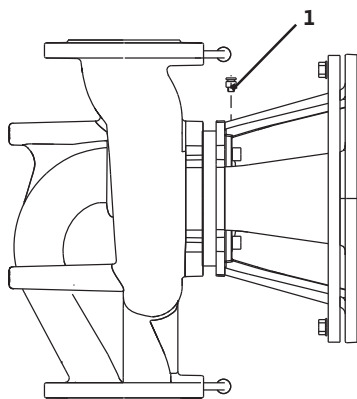

Fig. 43 : Soupape d'échappement
- Purger la pompe en ouvrant les soupapes d'échappement (fig. 43, pos. 1). La marche à sec détruit la garniture mécanique de la pompe. Le capteur de pression différentielle ne doit pas être purgé (risque de destruction).